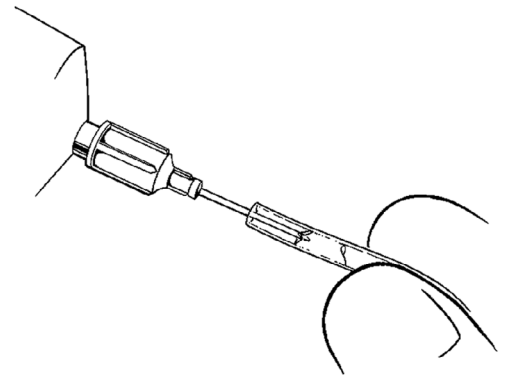

Abbildung 4-18. Spülen der Schläuche
2. Die Zylinderschläuche spülen (**Abbildung 4-18**).